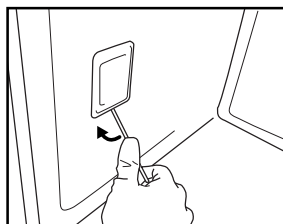

Fig. 7
3. Hacer palanca hacia fuera con un destornillador hasta sacar la tapa (Fig. 7).